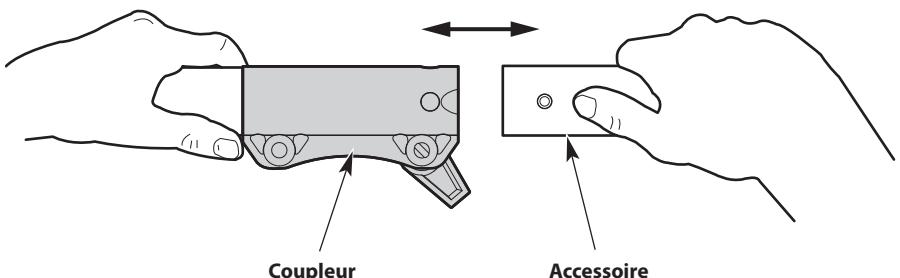
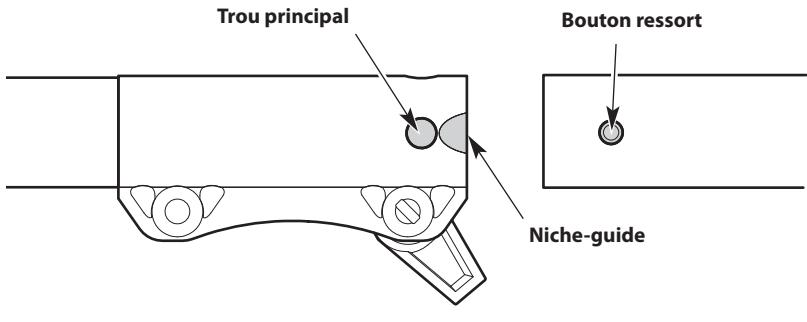

Fig. 6
Fig. 7
4. Alignez le bouton de déclenchement avec la rainure de guidage (Fig. 7).
- Poussez l'accessoire directement dans le coupleur (Fig. 6) jusqu'à ce que le bouton de déverrouillage s'enclenche fermement dans l'orifice principal (Fig. 7).
- Appuyez et maintenez enfoncé le bouton de déclenchement (Fig. 7).
- Retirez l'accessoire du coupleur (Fig. 6).